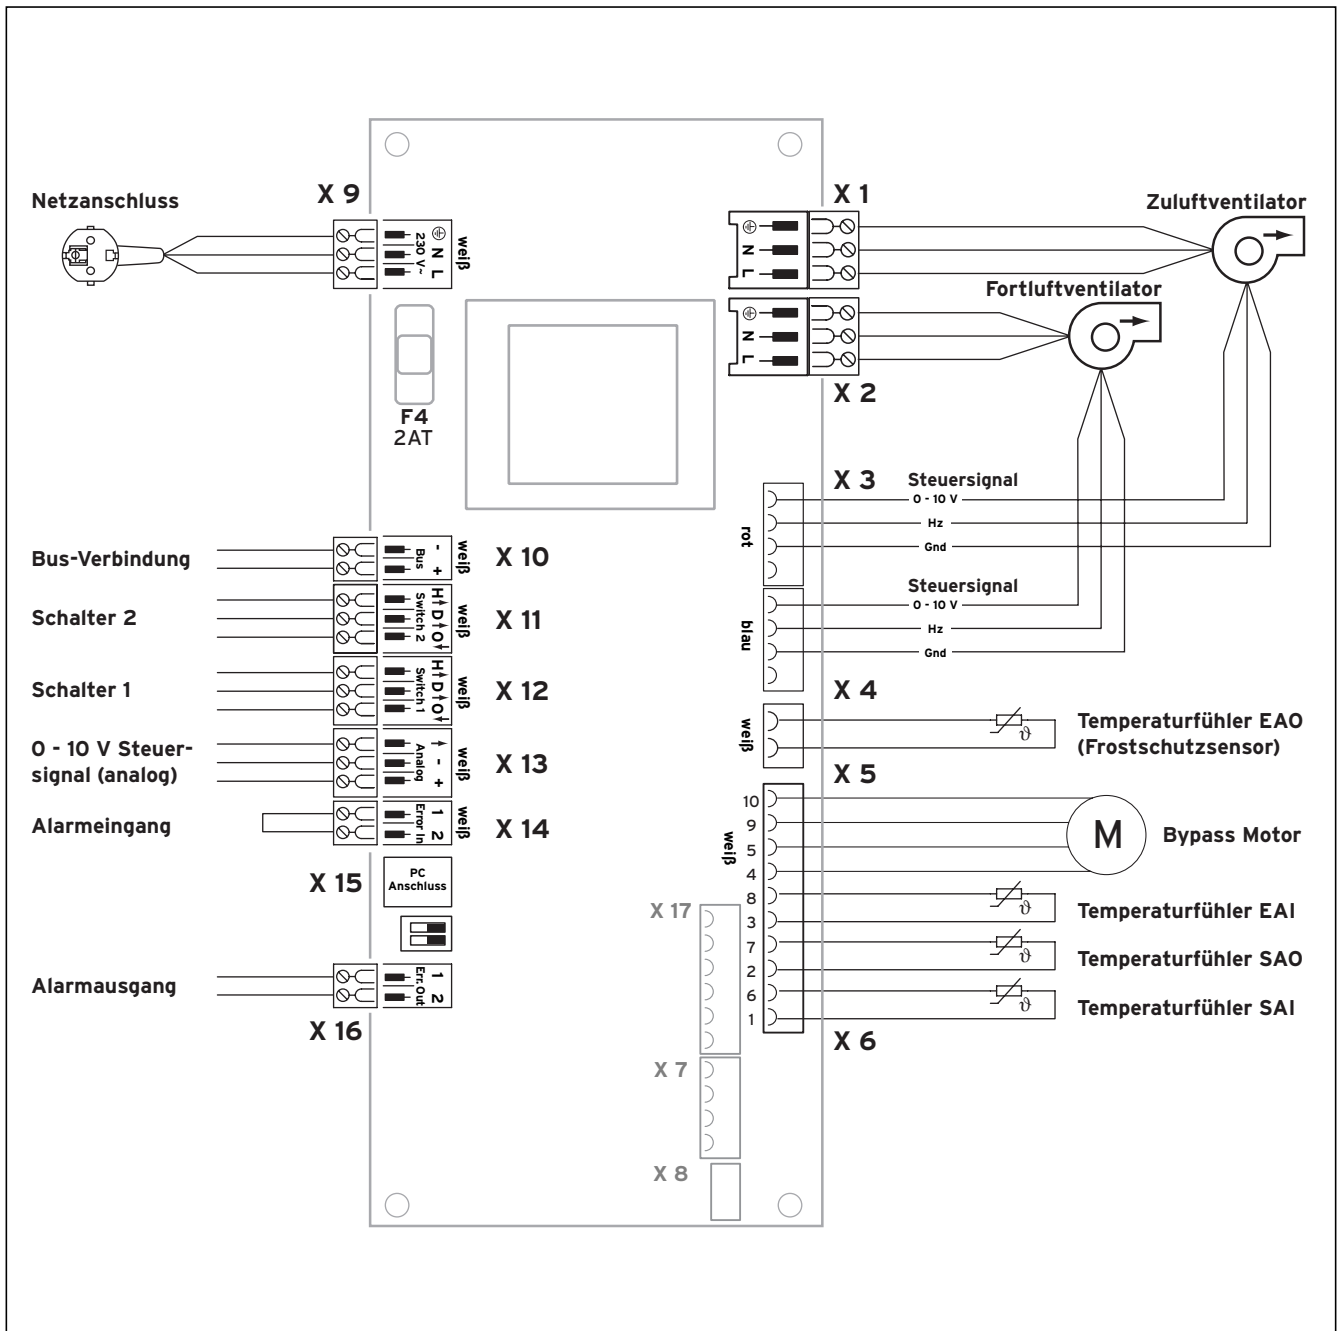

Abb. 4.12 Verdrahtungsplan
- Schließen Sie die Leitungen an den Anschluss X14 (Alarmeingang) gemäß Abb. 4.12 „Verdrahtungsplan“ an.
- Schließen Sie die Leitungen an den Anschluss X16 (Alarmausgang) gemäß Abb. 4.12 „Verdrahtungsplan“ an.